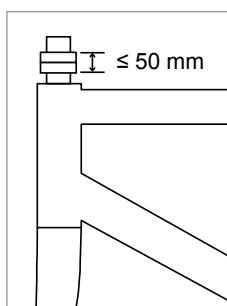

図4
6. ステアチューブにスペーサーを1つ以上追加し、スペーサースタックが50 mmを超えないようにします(図4)。